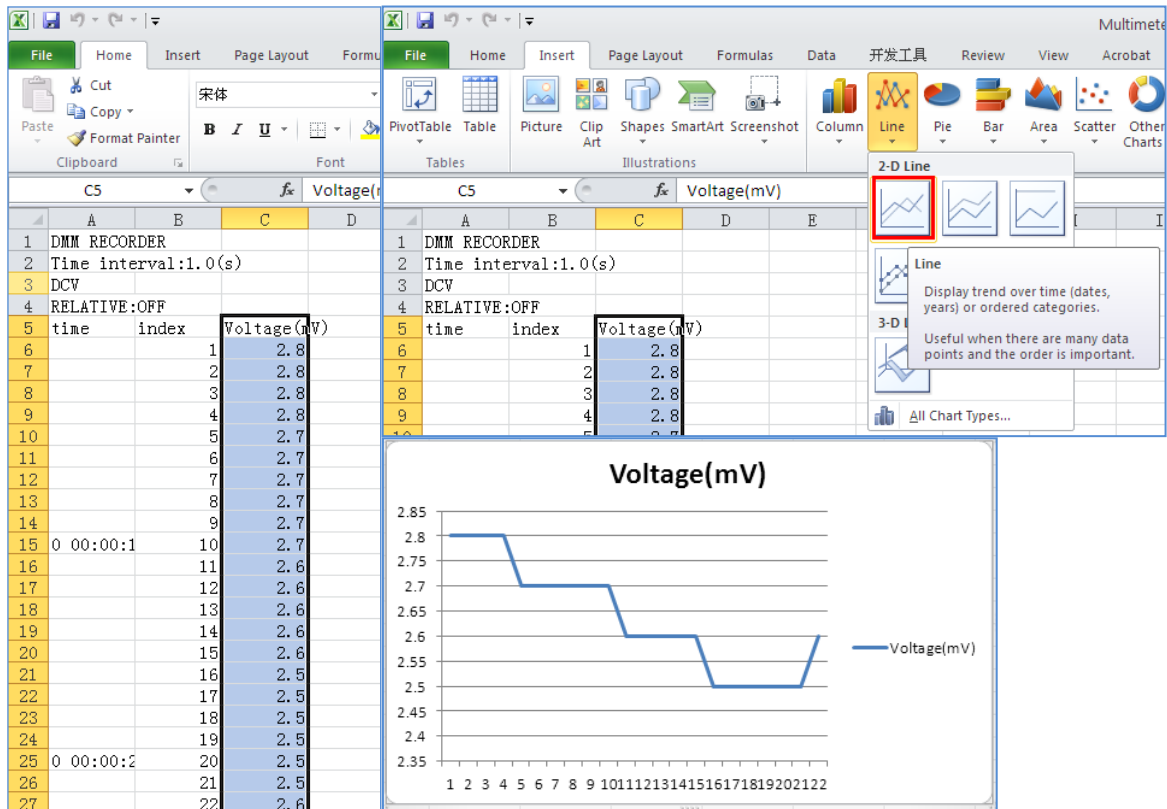

Figura 5.6 Valori di misura registrati
2. Selezionare i dati che si desidera rappresentare (vedi figura 5.6).
3. Nella scheda Inserisci, nel gruppo Diagrammi, fare clic su Linea e quindi su Disegna linea in linea 2D (vedere Figura 5.6).
4. Viene visualizzato il diagramma (vedere figura 5.6). Se si desidera conservare il diagramma, salvare il file in formato XLS.